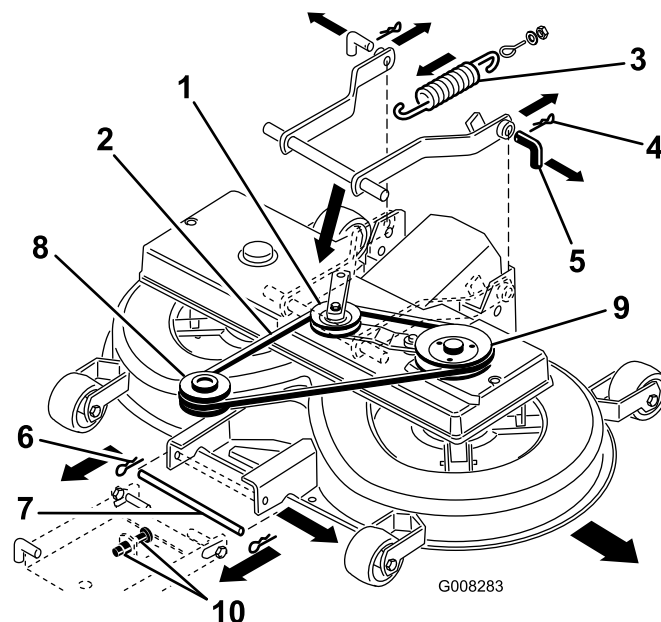

Figura 39
2. Retire la polea de la correa en V y el conjunto del brazo tensor (Figura 39).
8. Tire del brazo tensor hacia dentro y retire la correa en V de la polea (Figura 39).
9. Desconecte el muelle de la palanca (Figura 39).
11. Retire las chavetas de los 2 pasadores traseros y retire los pasadores (Figura 39).
12. Retire la chaveta del pasador delantero y retire el pasador (Figura 39).
13. Retire la correa en V de la polea del motor (Figura 39).
7. Mueva el pasador inferior de la suspensión delantera a la posición inferior de las ranuras, ajustando las dos tuercas M12 de la suspensión delantera (Figura 39).